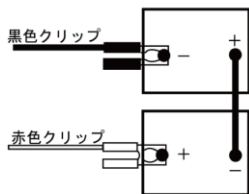

図1
- ①本機を風通しが良く、火の気の無い場所で、壁から30～45cm程度離して、平らな面に設置してください。
- ②23. ケーブルクリップの赤色クリップをバッテリーのプラス極(+)に、黒色クリップをバッテリーのマイナス極(-)側に、接続してください(図1参照)。